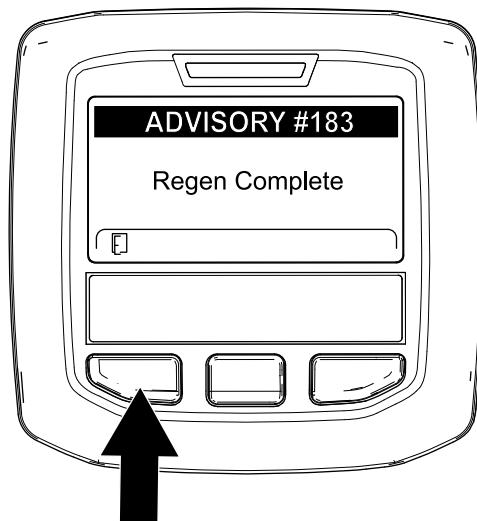

Figura 58
9. Quando o computador do motor conclui uma regeneração em estacionamento ou de recuperação, o InfoCenter apresenta o Aviso N.º 183 (Figura 58). Prima o botão esquerdo para sair para o ecrã inicial.
**Nota:** Se a regeneração não for concluída, o InfoCenter apresenta o Aviso n.º 184 (Figura 58). Prima o botão esquerdo para sair para o ecrã inicial.